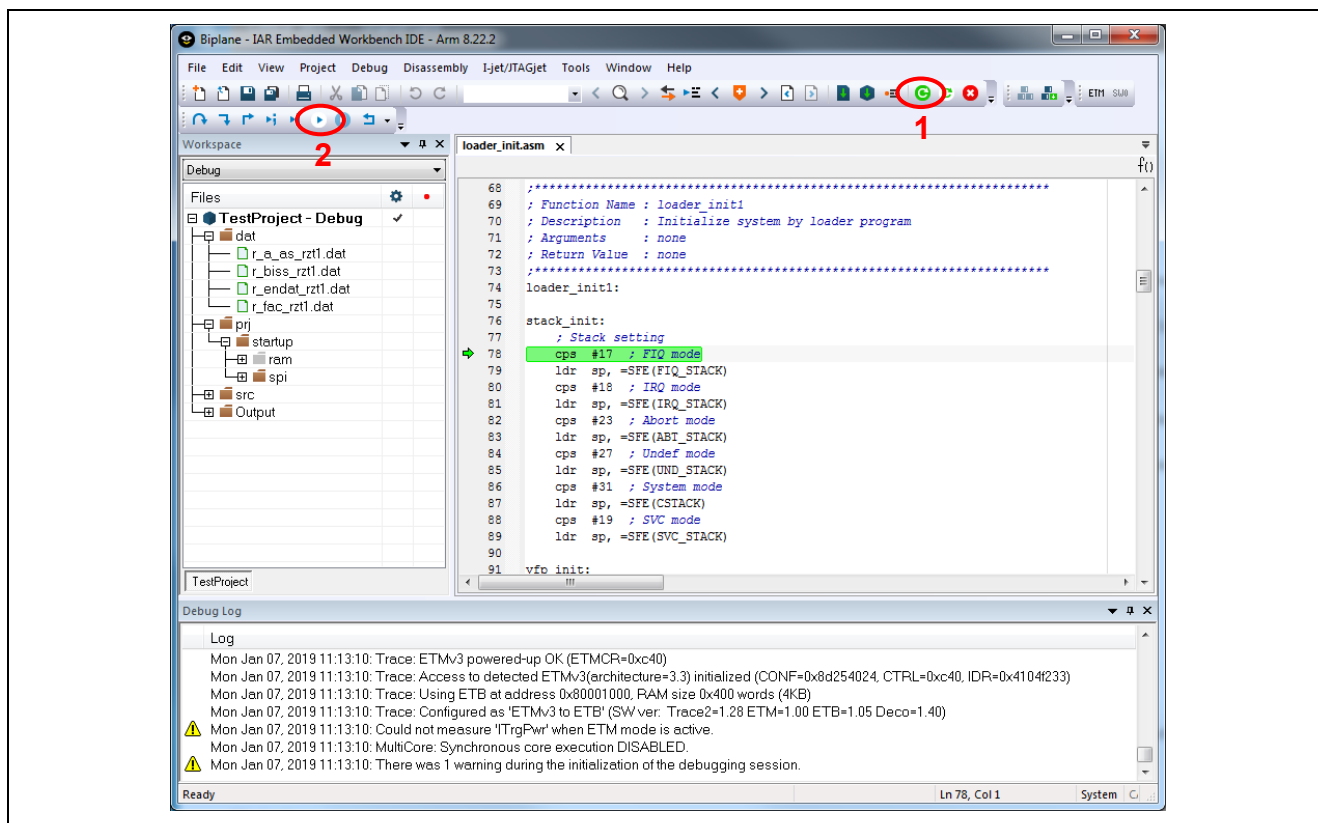

図 2-2 EWARM におけるプロジェクト実行開始
サンプルプロジェクトのビルドが完了したら、図 2-2 に示すように、「Download and Debug」ボタン (1) をクリックした後、「Go」ボタン (2) をクリックします。これにより Cortex®-R4 コアが動作を開始します。RZ/T1 ソリューションキットボード上のユーザ LED で動作が開始したことを確認できます (LED8 と LED14 が点滅を繰り返します)。